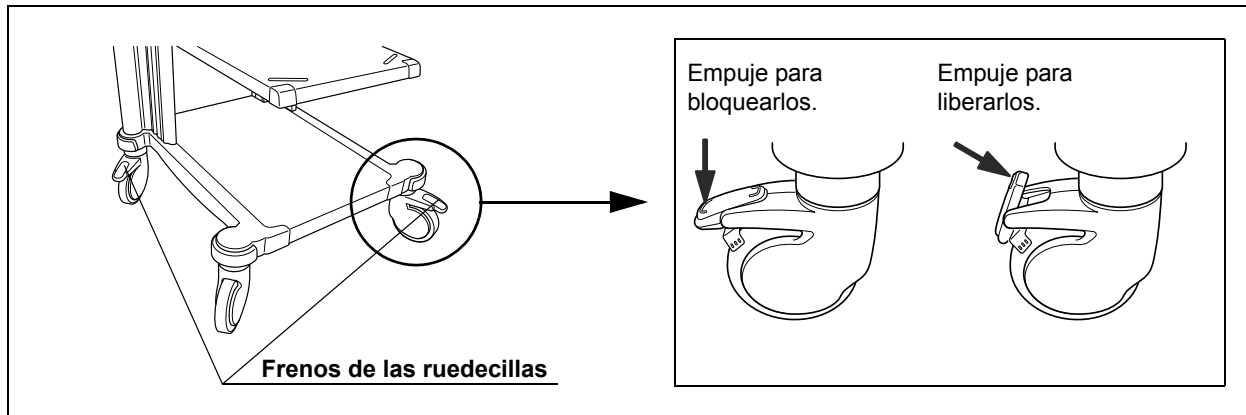

Figura 7.2
1. Coloque el trolley sobre una superficie plana. Bloquee los frenos de las ruedecillas como se indica en la figura 7.2.